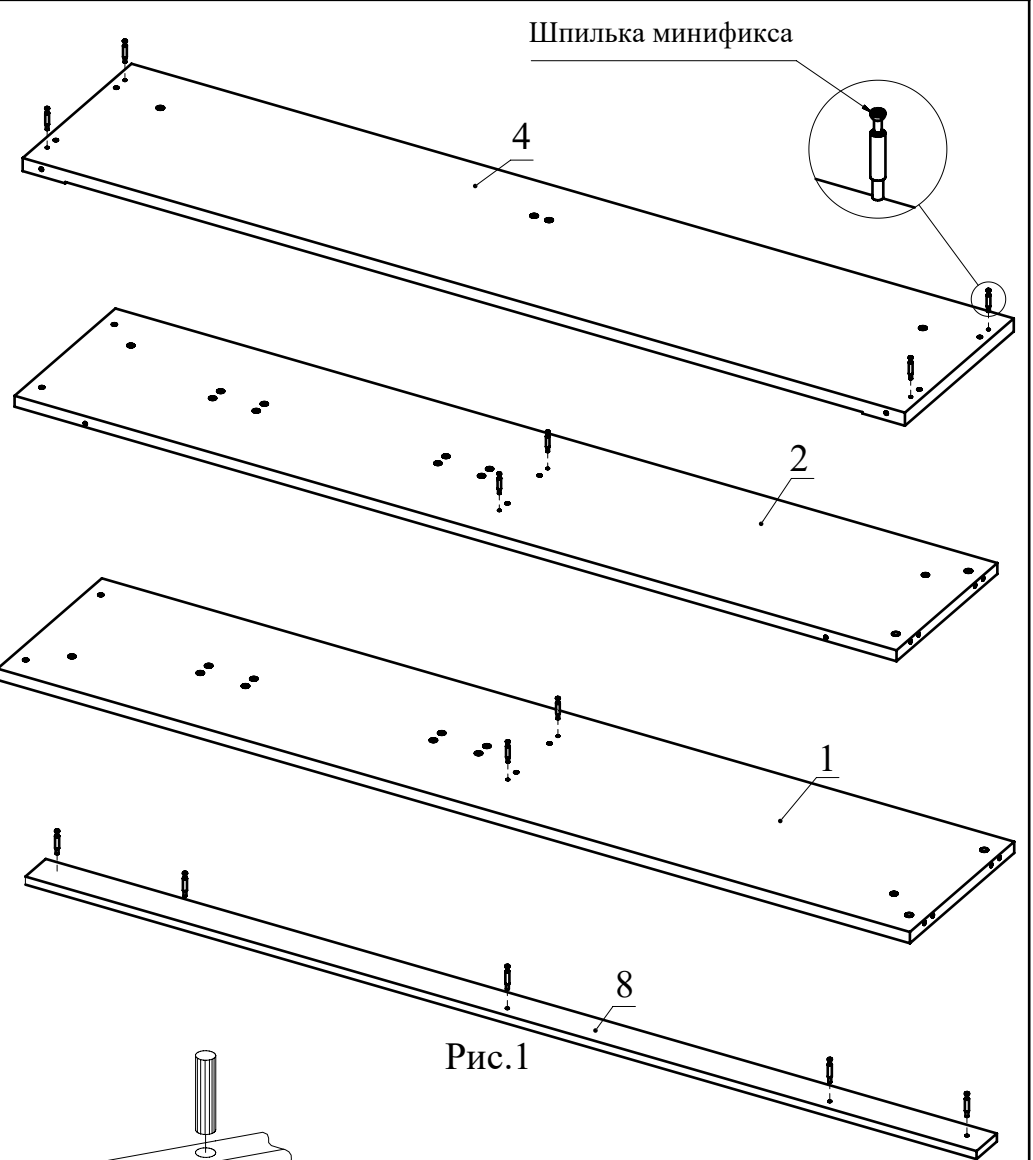

Рис.1
1. Подготовьте детали к сборке. Вкрутите шпильки минификсов в детали 1, 2, 4, 8 (Рис. 1).